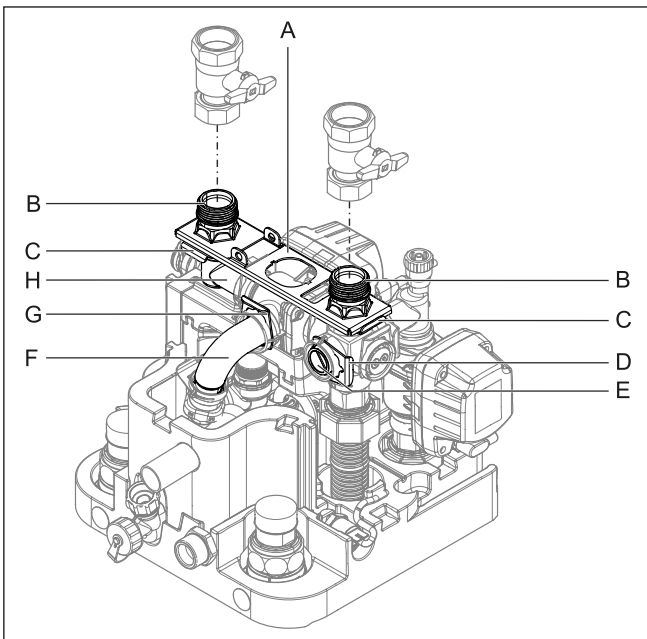
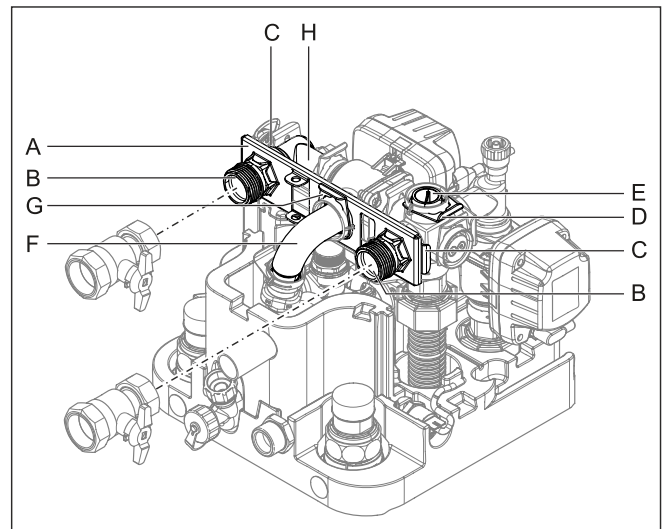

Fig. 44-17 Conexiones de impulsión y retorno de calefacción orientadas hacia arriba
Fig. 44-19 Conexiones de impulsión y retorno de calefacción orientadas hacia atrás
- 2 Quitar ambos pasadores de los acoplamientos de conexión (Fig. 44-17, pos. C).
- 3 Quitar ambos acoplamientos de conexión (Fig. 44-17, pos. B).
- 4 Retirar la chapa de retención (Fig. 44-17, pos. A).
- 5 Quitar el pasador del tapón de cierre (Fig. 44-17, pos. D).
- 6 Extraer el tapón de cierre (Fig. 44-17, pos. E).
- 7 Girar 90° hacia atrás la pieza angular (Fig. 44-17, pos. H).
- 8 Quitar el pasador del colector (Fig. 44-17, pos. G).
- 9 Tirar con cuidado del colector (Fig. 44-17, pos. F) hacia atrás, sacándolo de su alojamiento horizontal hasta que la chapa de retención (Fig. 44-19, pos. A) se pueda intercalar en posición vertical.
- 10 Empujar la chapa de retención entre el colector y su alojamiento horizontal y volver a insertar el colector (Fig. 44-19, pos. F) en su alojamiento a través del orificio central de la chapa de retención.
- 11 Volver a sujetar el colector con el pasador (Fig. 44-19, pos. G) en su alojamiento.
- 12 Insertar ambos acoplamientos de conexión (Fig. 44-19, pos. B) en sus alojamientos laterales a través de la chapa de retención.
- 13 Sujetar ambos acoplamientos de conexión con los pasadores (Fig. 44-19, pos. C) en sus alojamientos.
- 14 Insertar el tapón de cierre (Fig. 44-19, pos. E) en el alojamiento superior.
- 15 Sujetar el tapón de cierre con el pasador (Fig. 44-19, pos. D).